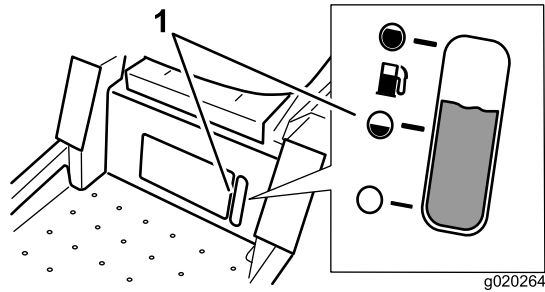

Figura 11
La mirilla de combustible situada debajo del puesto del operador puede utilizarse para verificar el nivel de gasolina antes de llenar el depósito (Figura 11).
**Nota:** Puede utilizar la mirilla de combustible, situada debajo del puesto del operador, para verificar la presencia de gasolina antes de llenar el depósito (Figura 11).